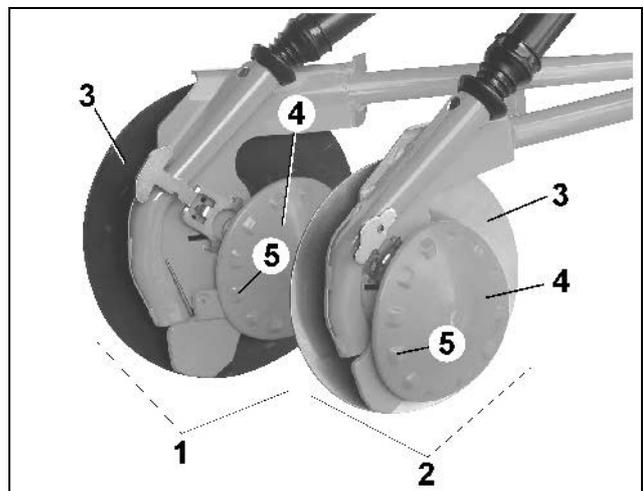

Fig. 15
- Soc RoTec (Fig. 15/2)
- Soc RoTec + (Fig. 15/1)
Le RoTec AMAZONE est conçu pour le semis après labour et le semis mulch. Le sillon est formé par le disque en acier et le corps en fonte. La face interne du disque est nettoyée par le disque souple en polyuréthane (PU) (Fig. 15/4), qui est ici pressé contre le disque en acier. Les noppes (Fig. 15/5) contribuent à l'entraînement
Le disque en polyuréthane (Fig. 15/4) sert également à limiter la profondeur en roulant sur le sol et à limiter la profondeur de pénétration dans le sol du disque en acier. La profondeur de pénétration se règle sur trois positions, de 2 à 4cm (chap.). Le disque de limitation de profondeur peut être enlevé sans outils pour un semis à une profondeur supérieure à 4 cm.